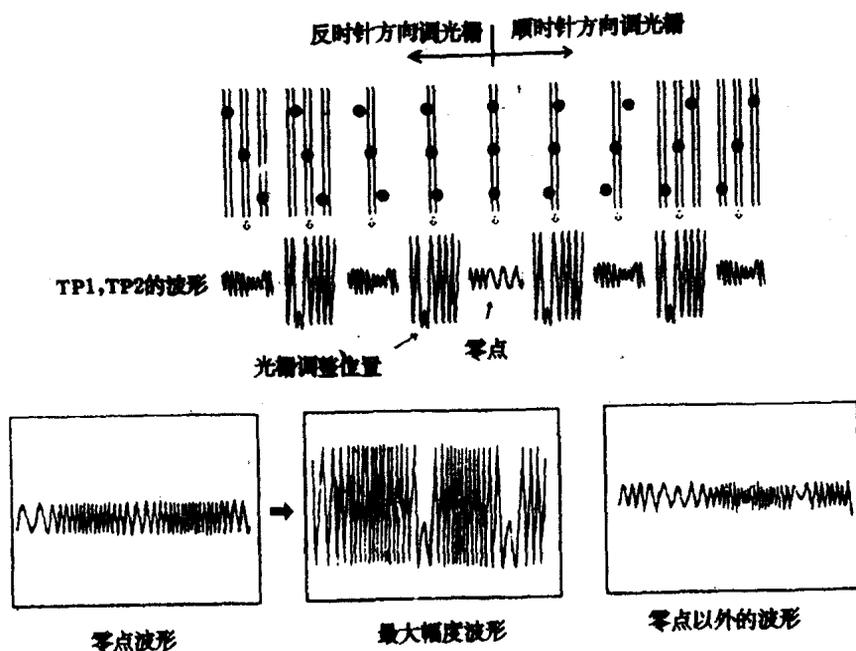

图 1-1-9
(4)如果你反时针方向慢慢转动改锥,使波形偏离零点,波形幅度逐渐增大,然后若再继续转动改锥,则波形幅度又变小。从零点反时针方向转动改锥,并调整光栅到波形幅度开始达到其最大值的点。循迹光束同轨迹间的角度和波形之间的关系如图 1-1-9 所示。
注:用一把规则的改锥插入槽中调整光栅和改变光栅角度时,TP1(2)脚的循迹信号幅度就变化。在光栅的范围内,有 5 个或 6 个位置波形幅度达到最小值。在这 5 个或 6 个位置中,只有一个位置波形包络是平滑的。在这个位置由光栅分成的 3 个激光束很好地聚焦在同一轨迹上(如图 1-1-9 所示),这一点就叫做零点。调整光栅时,就要找到这个零点,并被用来作为基准位置。